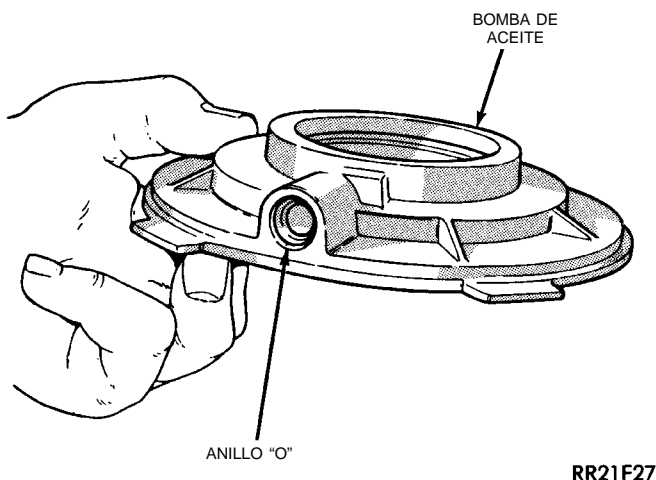
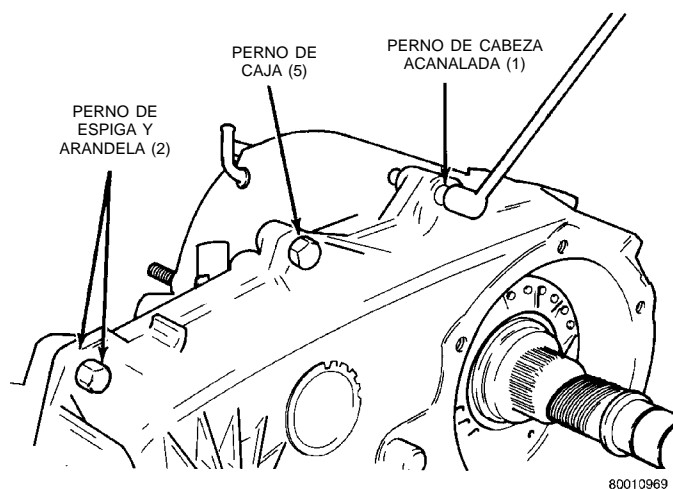

Fig. 16 Localización del anillo "O" del tubo de absorción
Fig. 17 Localizaciones de los pernos acanalado y de espiga
(10) Retire de la bomba el anillo "O" del tubo de absorción (Fig. 16), pero no desensamble la bomba; no es una pieza que se pueda reparar.
(11) Con una herramienta para hacer palanca, retire la junta de la bomba de aceite.
(12) Retire los pernos que fijan la caja trasera a la delantera (Fig. 17). Observe la posición de los dos pernos de acabado en negro, situados en cada extremo de la caja. Estos pernos atraviesan las espigas de la caja y deben tener una arandela debajo de la cabeza del perno.